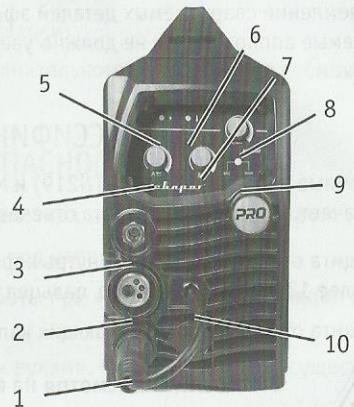
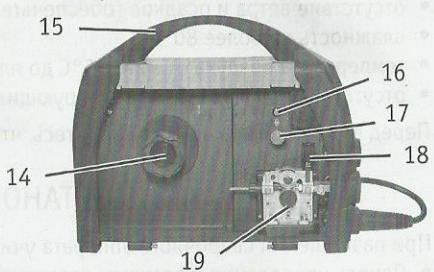

Рис. 1.1
Рис. 1.3
2. Вставьте сварочную горелку в «евроразъем» (2) (**рис. 1.1**) на передней панели аппарата и прикрутите его. После установите катушку с проволокой, установите ролики с теми канавками, которые соответствуют диаметру проволоки. Зафиксируйте проволоку с помощью ручки зажима проволоки (18) (**рис. 1.3**). С помощью кнопки прогона проволоки (16) (**рис. 1.3**) протяните проволоку внутрь горелки.
5. В зависимости от требуемой полярности вставьте кабельную вилку, соединенную с клеммой заземления, в соответствующий разъем «-» или «+» на передней панели сварочного аппарата (1 или 3) (**рис. 1.1**) и закрутите его по часовой стрелке.
6. Вставьте кабель полярности (10) (**рис. 1.1**) в свободный (не подключенный кабелем клеммы заземления) разъем сварочного аппарата и закрутите его по часовой стрелке.
7. Произведите настройки процесса сварки на передней панели управления аппарата. Выберите настройку MIG с помощью переключателя (9) (**рис. 1.1**) установите значение скорости подачи проволоки (8), выставьте рабочее напряжение дуги (7) (**рис. 1.1**).
2. На передней панели имеется два разъема «+» и «-» (1 и 3) (**рис. 1.1**). Для плотного закрепления прямого и обратного кабелей в разъемах необходимо вставить кабельную вилку в соответствующим кабелем в панельный разъем до упора и повернуть его по часовой стрелке. При неплотном подсоединении кабелей возможны повреждения как кабельного разъема, так и источника питания.
6. Выберите способ сварки MMA переключателем на передней панели аппарата (9) (**рис. 1.1**). С помощью регулятора (4) (**рис. 1.1**) установите значение тока.